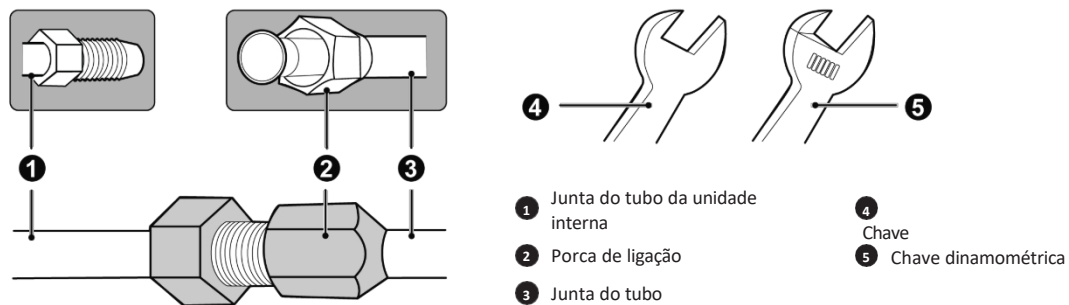

Fig. 4.7
- 1 Coloque o encaixe roscado no centro da extremidade alargada da tubagem de cobre e aperte conforme indicado na Fig. 4.7.